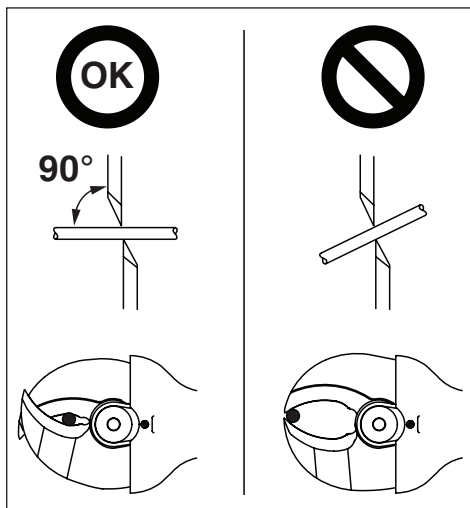

図4: ブレード内の材料の配置
切断対象の材料を両方のカッターブレードの間に配置して、図4に示すようにブレード軸に直交するようにします。これにより、最高品質の切断を行うことができます。
2. 切断対象の材料をブレード間に置きます。図4に示すようにブレード軸に直交するようにします。追加情報については、セクション7.5の指示内容を参照してください。